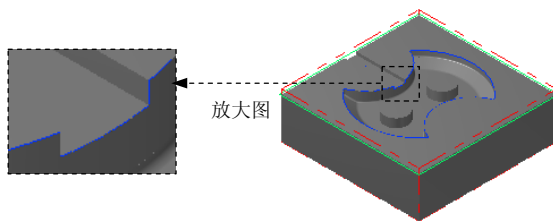

图 22.12 边界 2
Step2. 绘制边界 2。具体操作步骤可参照 Step1，结果如图 22.12 所示。